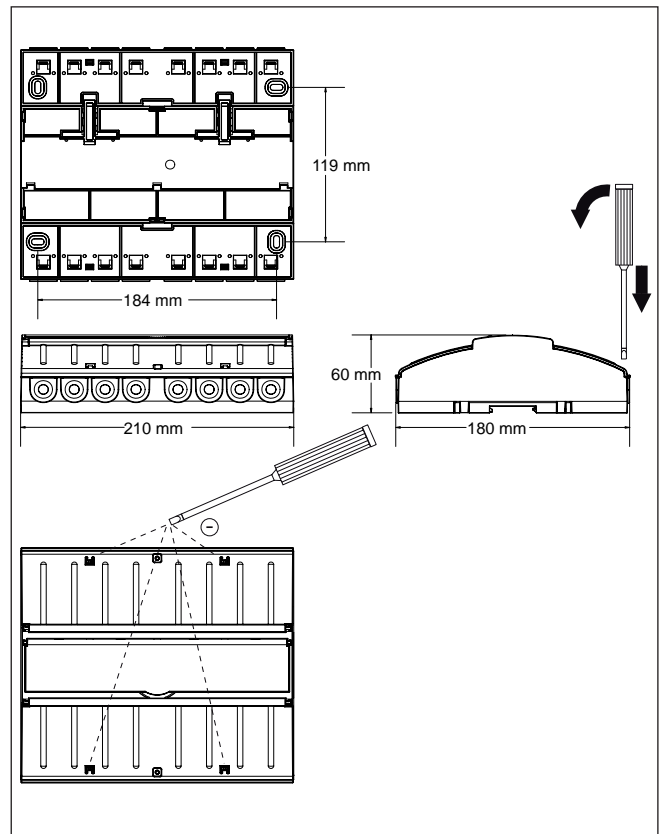

Abb. 4: Abmessungen Aufputzgehäuse 12 TE (AP)
- AP: Führen Sie einen Schlitzschraubendreher (Empfehlung: Klinge 3,0 - 4,0mm) in die jeweilige Deckelöffnung ein (s. Abb. 4) und hebeln Sie den Klappdeckel vorsichtig auf. Wiederholen Sie den Vorgang für die zweite Öffnung des Deckels. Wenn beide Verastungen gelöst sind, lässt sich der Deckel aufklappen. Den zweiten Deckel können Sie auf die gleiche Weise öffnen. Alternativ kann die AP-Variante auch auf einer Hut-schiene (TH 35-15 nach EN 60715: 2001) montiert werden.
Abmessungen	siehe Abb. 4, 5, 6